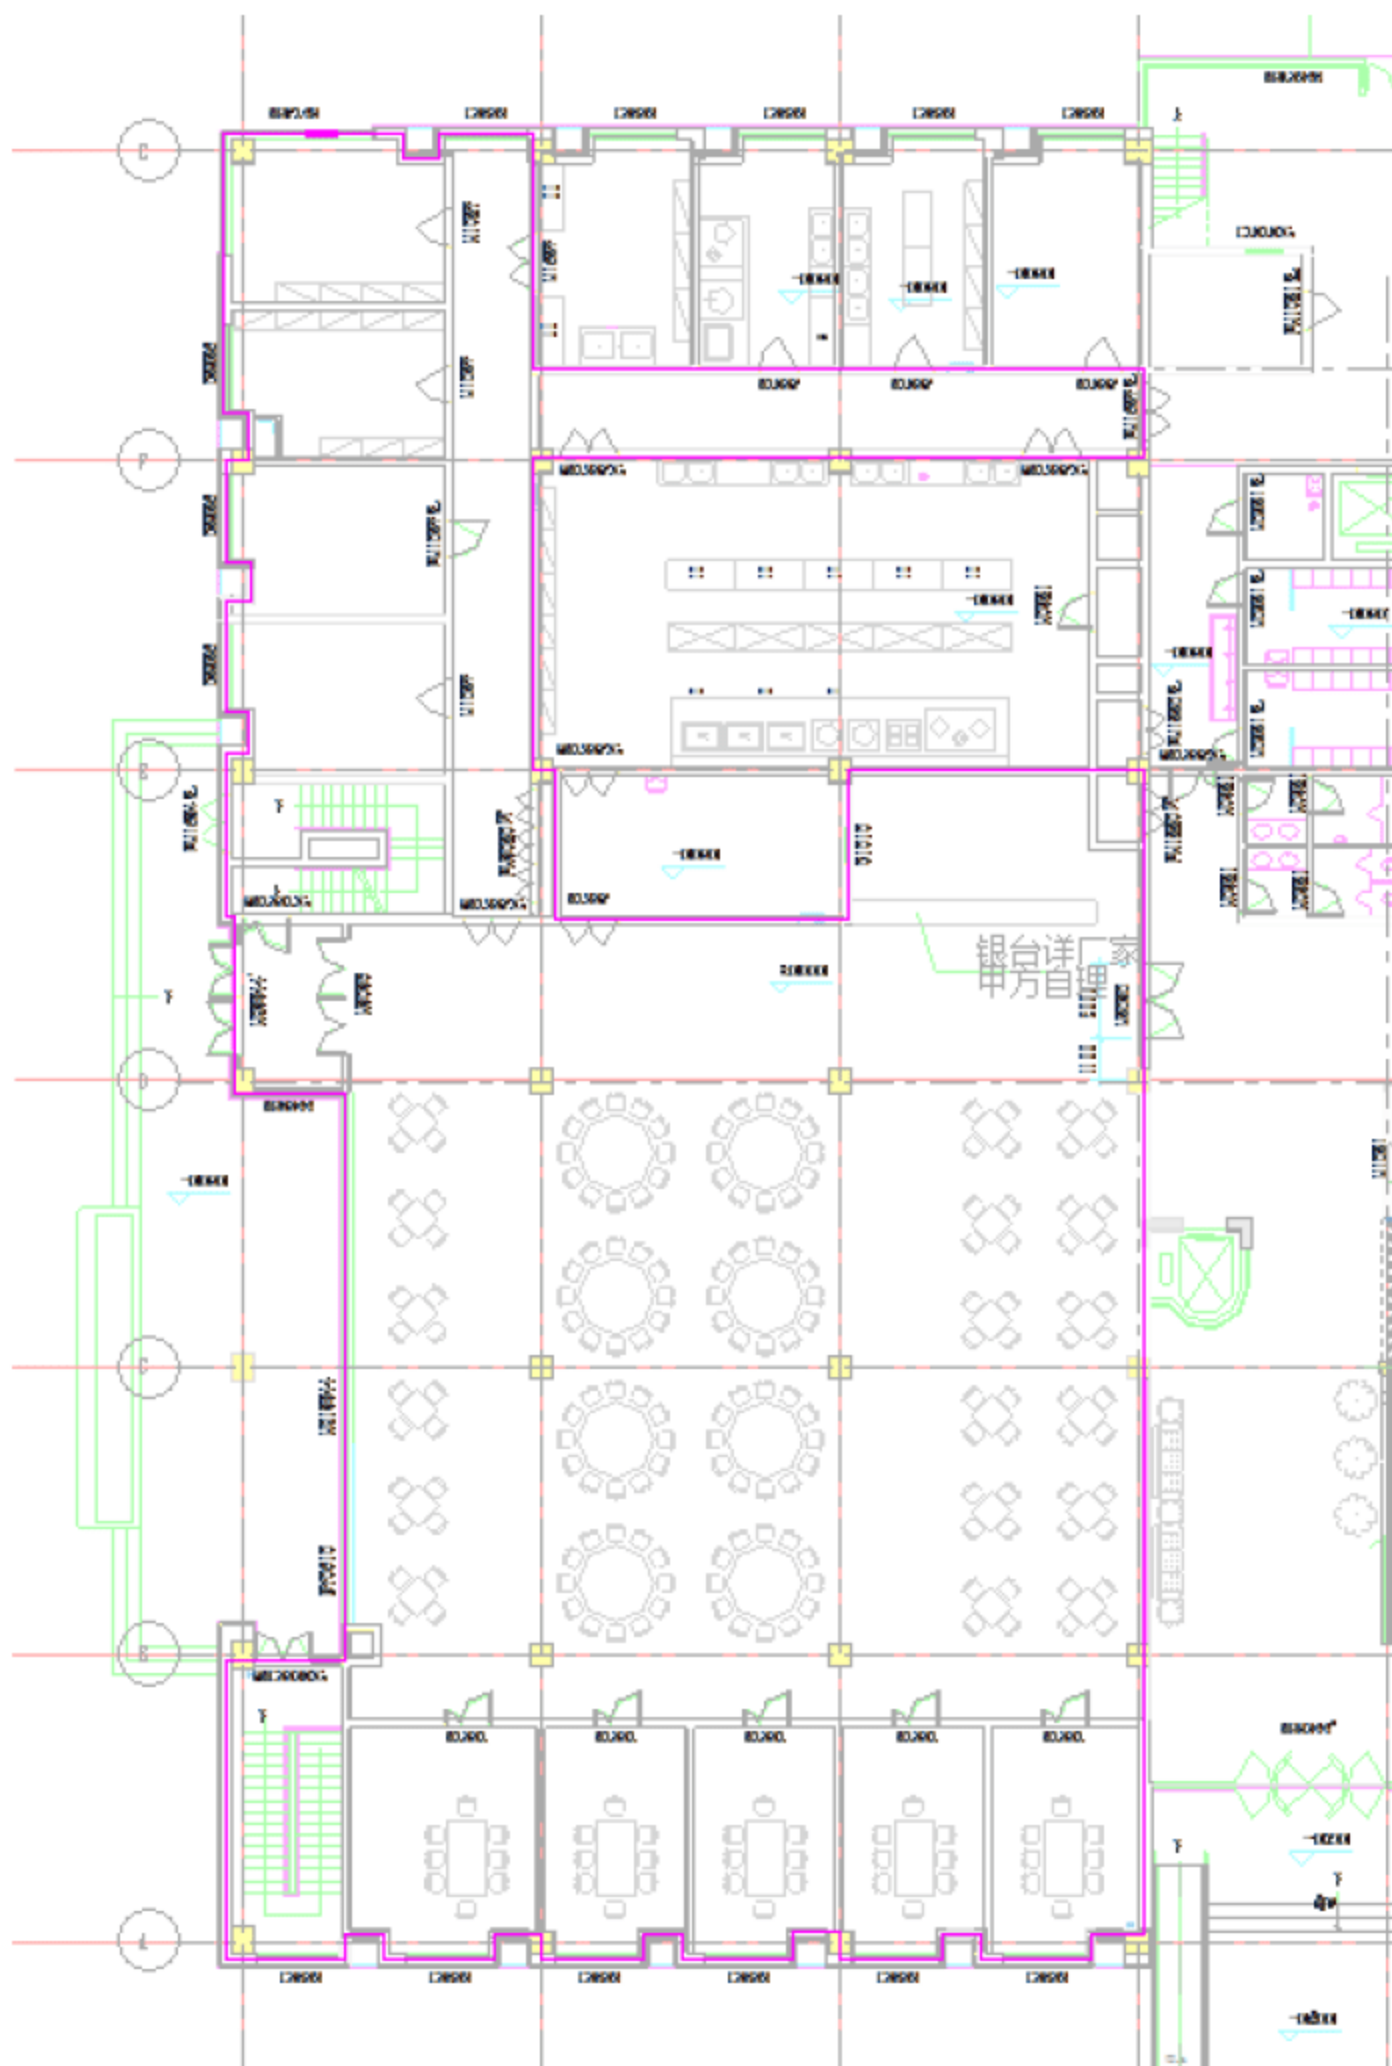

图 10.2.88 标高偏移为“0”的“楼面板 1”的绘制线路
(2) 绘制 1 轴到 4 轴之间的标高偏移为“0”的“楼面板 1”(只有 1 轴到 4 轴之间的板是楼面板，一层其他的都是地面。选择“建筑”→“楼板”→“建筑楼板”→“楼面板 1”命令，标高为“1”层，标高偏移为“0”，选用“直线”工具绘制，绘制线路如图 10.2.88 所示，绘制完成后，单击模式选项面板下的√按钮，完成楼面板的绘制。